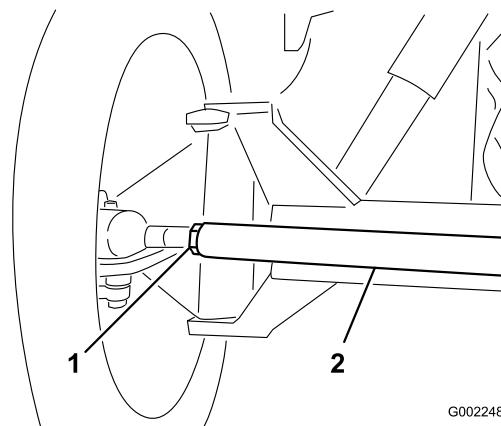

Figura 52
3. Si la distancia no está en el intervalo especificado, afloje las contratuercas en ambos extremos de la biela (Figura 52).